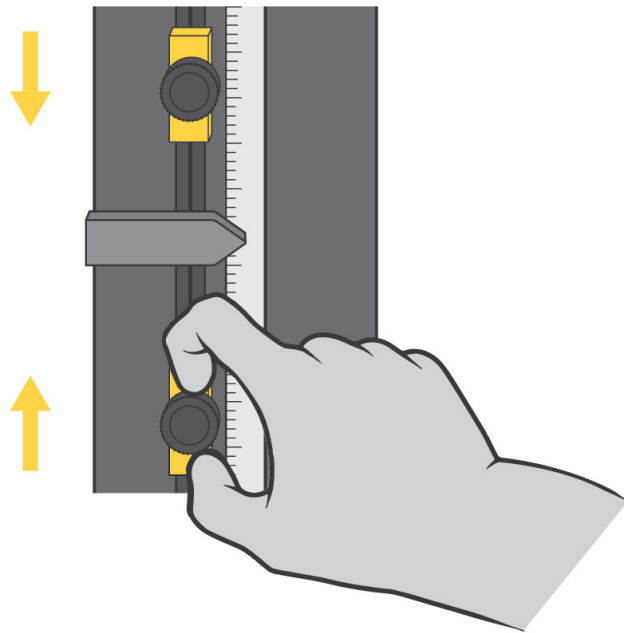

Abbildung 20. Einstellung der Fahrwegsanschlge
Die Fahrwegsanschläge sind zwei einstellbare Blöcke auf der Begrenzungsschalter-Stange, die sich in der Säule der Maschine befindet, wie in Abbildung 20 auf Seite 119 gezeigt. Die Fahrwegsanschläge (1 und 2) haben Rändelschrauben, mit denen sie von Hand gelöst und angezogen werden können, damit Sie die Anschläge auf die gewünschte Position auf der Begrenzungsschalter-Stange verschieben können. Richten Sie die Anschläge kurz außerhalb des für den Versuch erforderlichen Bereichs ein. Wenn die Traverse den maximalen eingestellten Fahrweg erreicht, berührt die Begrenzungsschalter-Betätigung (3) einen der Anschläge. Der Kontakt zwischen der Schalterbetätigung und dem Fahrwegsanschlag bewegt die Begrenzungsschalter-Stange (4) und aktiviert die Grenzschar. Damit wird die Traversenbewegung gestoppt.